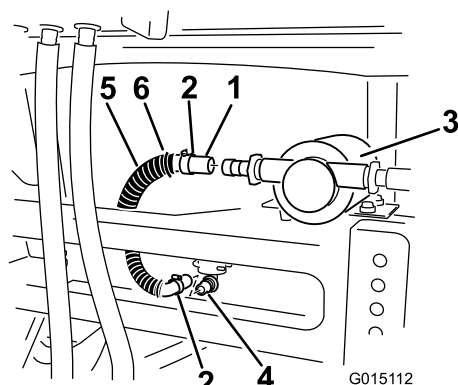

Bild 24
3. Befestigen Sie ein Schlauchende am 90-Grad-Anschlussstück unten am Spülbehälter (Bild 24).
10. Setzen Sie die Abdeckung auf die Pumpe und stecken Sie die Abdeckungsclips in die Schlitz in der Rahmenstrebe (Bild 24).